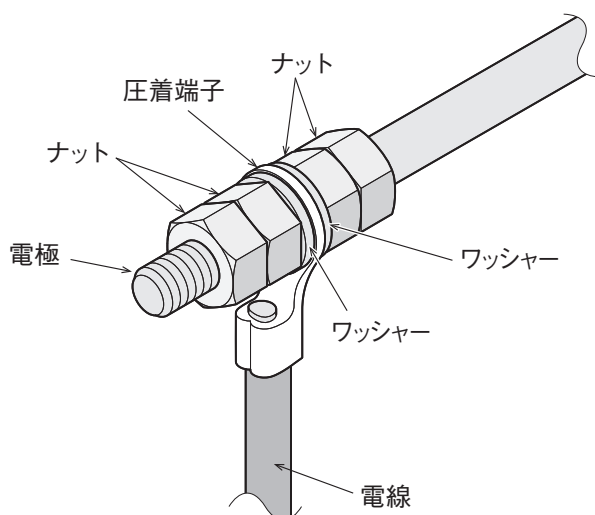

図1 電線と電極の接続例
- ① ICF フランジ用メタルガスケットを別途用意頂き、挟み込んで取付けてください。取付けの際に、シールエッジ面に傷がつかないように注意してください。（エッジが潰れたり、傷がついた場合は、IPD ガスケットをご検討ください）
- ② 熱電対用の真空側は、OMEGA 社製のマルチピン（ソケット型）が圧着されています。熱電対接続端子は OMEGA 社製のマルチピン（ピン型 +：SMTC-CH-P、-：SMTC-AL-P）を使用してください。接続時は、極性に十分注意してください。（極性は、長さにより識別しています。長：+、短：-）
- ③ ヒーター用の真空側は、丸端子が圧着された製品（HCF0130）と電極だけの製品（HCF2020）があります。
- ・電極だけのものについては、図1に示すようにM4ナットとワッシャーを用いて電極と電線を接続し、ダブルナットで確実に締め付け、固定してください。
- ④ 熱電対用の大気側は、補償導線の先端にフォーク端子が圧着されています。温度制御機器または温度計測機器の電源が OFF になっていることを確認してから、機器の熱電対入力端子に、極性に十分注意して接続してください。（極性は、色により識別しています。赤：+、青：-）
- ⑤ ヒーター用の大気側は、リード線の先端に丸端子が圧着された製品（HCF0130）と電極だけの製品（HCF2020）があります。
- ・電極だけのものについては、図1に示すようにM4のナットとワッシャーを用いて、電極と電線の一方を接続し、電線のもう一方を制御機器などの電源がOFFになっていることを確認し、制御機器の出力端子などに接続してください。